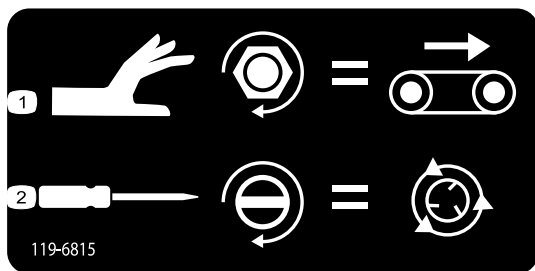

Bild 44
- Drehen Sie das Handrad nach rechts, um die Flurförderer-Geschwindigkeit einzustellen (Bild 44). Die maximale Geschwindigkeit für den Förderer wird im farbkodierten Betriebssystem gemacht, daher kann diese Einstellung ohne Hydraulikfluss vorgenommen werden. Dies ist besonders relevant, wenn der Füllkasten mit Sand gefüllt ist.
- Sie können die Tellerstreuer-Geschwindigkeit (Bild 44) erhöhen, wenn Sie mit einem flachen Schraubenzieher nach rechts drehen, oder Sie können sie verringern, wenn Sie nach links drehen.